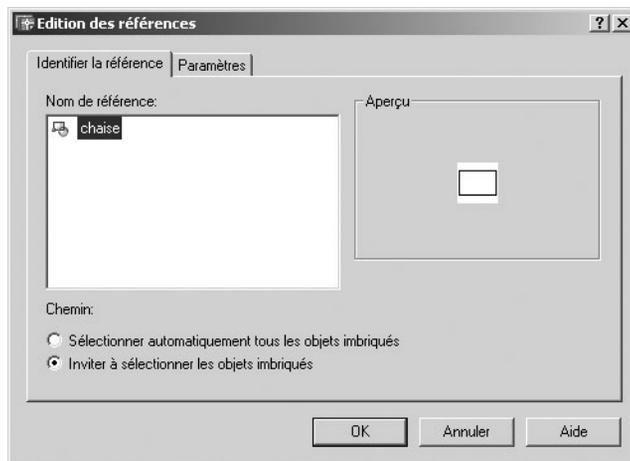

Fig.7.17
- 2 Sélectionner le bloc ou le Wbloc dans le dessin (Exemple : la chaise). La boîte de dialogue **Édition des références** (Reference Edit) s'affiche à l'écran (fig.7.17).